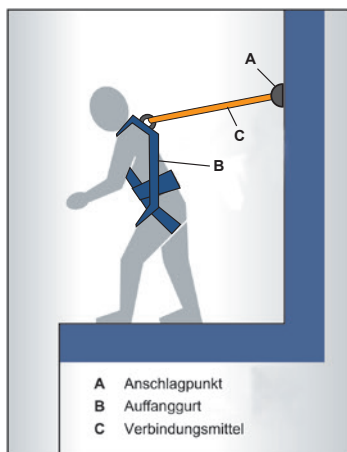

Abbildung 2: Beispiel für ein Rückhaltesystem
**Rückhaltesysteme** schränken den Bewegungsbereich der Person dahingehend ein, dass die Absturzkante nicht erreicht werden kann und somit ein Absturz ausgeschlossen ist (siehe Abbildung 2). Ein Absturz wird dadurch verhindert, indem ein Verbindungsmittel verwendet wird, dessen Länge kürzer als der Abstand von der Anschlageneinrichtung zur Absturzkante ist.